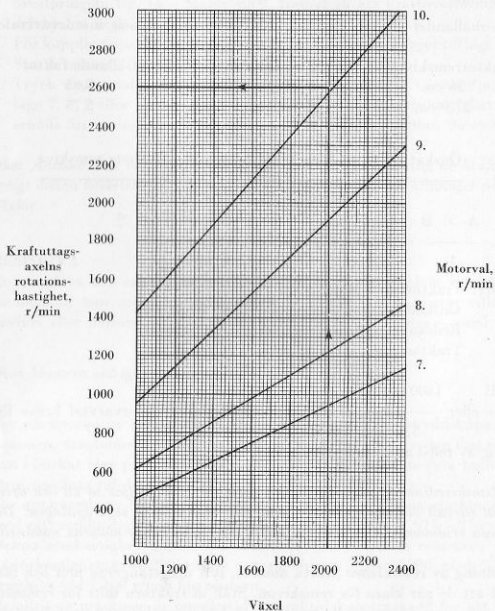

Fig. 19
4. Tryck ned pedalen för precisionsmanövrering och för växelväljaren till läge 7, 8, 9 eller 10. Se fig. 19 beträffande de krafttuttagshastigheter som erhålls för varierande motorvarv på ovan angivna växlar. Se exemplet.